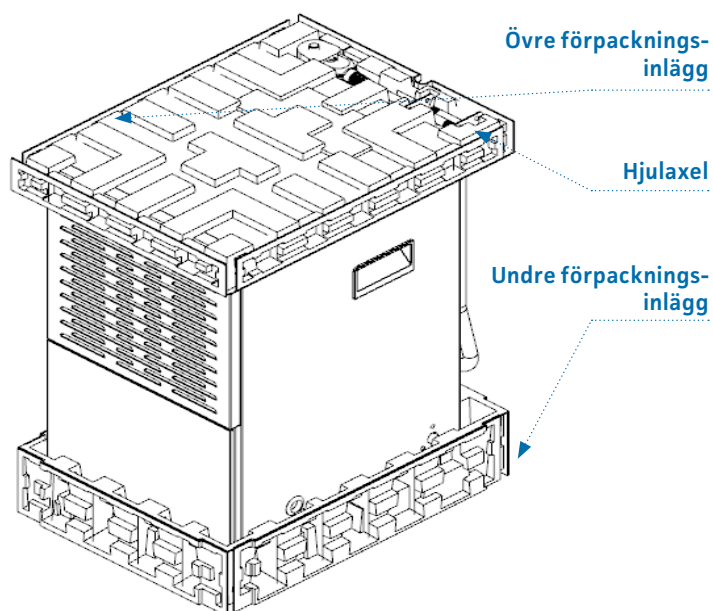

Figur 2
1. Montering av det övre handtagsröret: Lossa de fyra skruvarna på avfuktarens övre del enligt figur 2, och vrid sedan det övre handtagsröret uppåt med 180°. Fäst det övre handtagsröret med hjälp av skruvarna som togs bort tidigare..